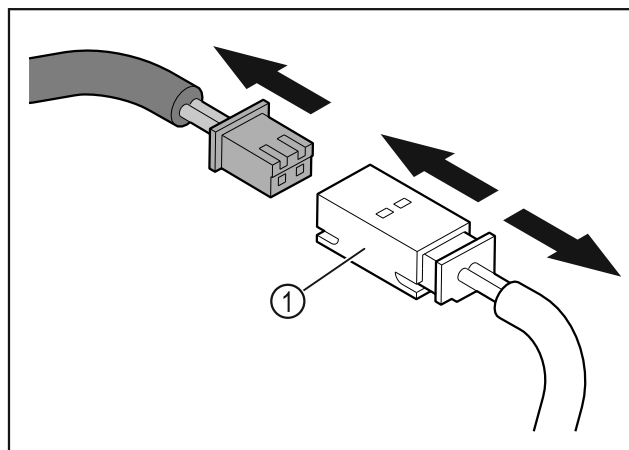

Fig. 10
- ▶ Scollegare il connettore e il giunto a innesto Fig. 10 (1).